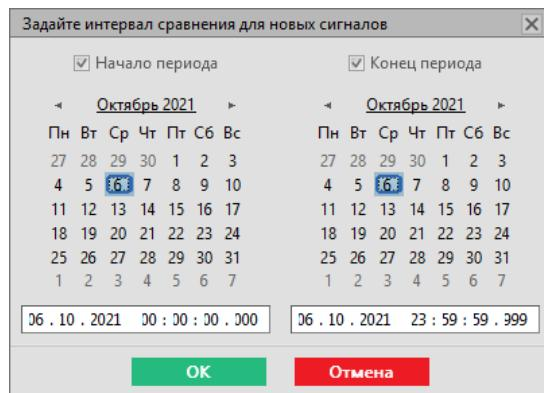

Рисунок 117 - Выбор интервала
4. Задайте интервал сравнения и нажмите **OK** (Рисунок 117).